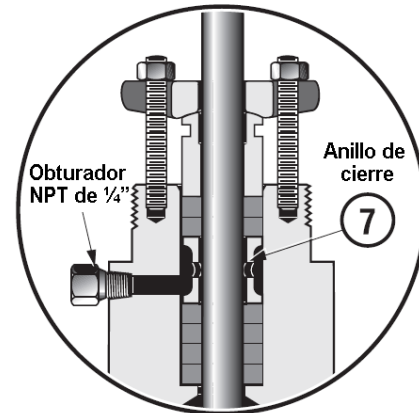

Figura 2: Conexión de lubricador (opcional)
Nota: En las válvulas equipadas con una conexión de lubricador opcional, consulte en la Figura 2 la cantidad correcta de anillos que colocar por debajo del anillo de cierre hidráulico (17).
- E. Reemplace el seguidor de empaque (12) y la brida de empaque (13).
F. Reemplace y ajuste las tuercas de los pernos de empaque (15).
- L. Si se instaló una conexión de detección de fugas, conéctela al puerto NPT lateral en el casquete. De lo contrario, asegúrese de que el obturador NPT de 1/4" permanezca en su lugar (Figura 2).